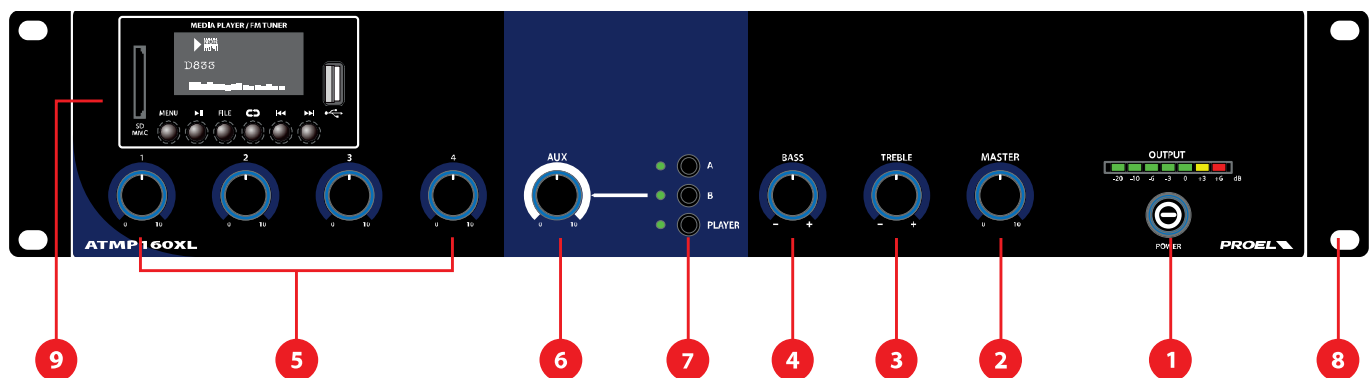
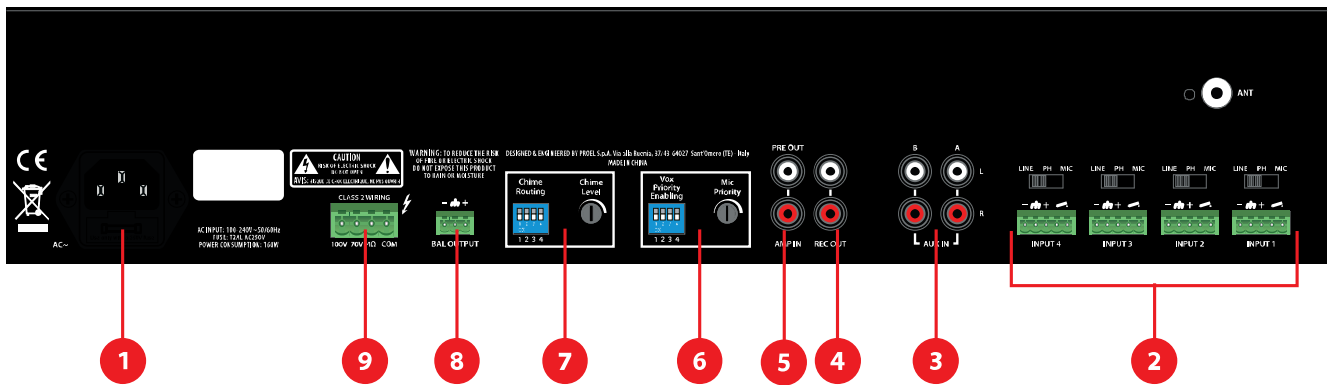

fig.1
fig.2
Mediante i pulsanti A, B e PLAYER si abilita in uscita il rispettivamente l'ingresso AUX A, B (fig.2, rif.4) ed il Modulo multimediale (fig.1, rif.9).
Con una pressione prolungata dei tasti “I<<” , “>>I” si imposta volume digitale del media player interno. Sugeriamo di lasciare questo volume sempre al massimo e regolare il livello del media player usando il potenziometro di livello AUX (**fig.1, rif.6**)
Ogni ingresso dispone di un “contatto pulito” che ha due funzioni “Attivazione Chime” e “Forzatura del silenziamento degli ingressi”. Tali funzioni possono essere attivate anche contemporaneamente e sono subordinate alla posizione (ON – OFF) dei dip switch (**fig.2, rif.6 e 7**):
Alla chiusura del contatto (**fig.3 rif.C**) con corrispondente PIN del dip-switch (**fig.2 rif.7**) a ON l’amplificatore riprodurrà un tono di attenzione dalla linea altoparlanti.
Alla chiusura del contatto (**fig.3 rif.C**) il controllo forza il silenziamento dell’ingresso AUX e degli altri ingressi (**fig.2, rif.2**) che hanno il rispettivo PIN del VOX (**fig.2, rif.6**) ad OFF. Gli ingressi resteranno silenziati fin quando il contatto pulito rimarrà chiuso. Tale funzione è particolarmente utile in presenza di segnali audio molto deboli che potrebbero generare dei continui attacchi/stacchi della funzione VOX con conseguente alternarsi del segnale in uscita.
*Ogni ingresso INPUT 1 ÷ INPUT 4 dispone di una funzione VOX inseribile e disinseribile mediante l’apposito PIN (**fig.2, rif.6**): quando il circuito VOX di uno dei canali con VOX ad ON (abilitato) rileva la presenza di un segnale audio sul rispettivo ingresso (**fig.2, rif.2**), i canali AUX (**fig.2, rif.3**) e i canali aventi il VOX a OFF (disabilitato) saranno silenziati, mentre tutti i canali con VOX a ON saranno mixati in uscita.*
Ogni ingresso INPUT 1 ÷ INPUT 4 dispone di una funzione VOX inseribile e disinseribile mediante l'apposito PIN (**Vox Priority Enabling**): quando il circuito VOX di uno dei canali con VOX ad **ON** (abilitato) rileva la presenza di un segnale audio sul rispettivo ingresso (**fig.2, rif.2**), i canali AUX (**fig.2, rif.3**) e i canali aventi il VOX a **OFF** (disabilitato) saranno silenziati, mentre tutti i canali con VOX a **ON** saranno mixati in uscita.